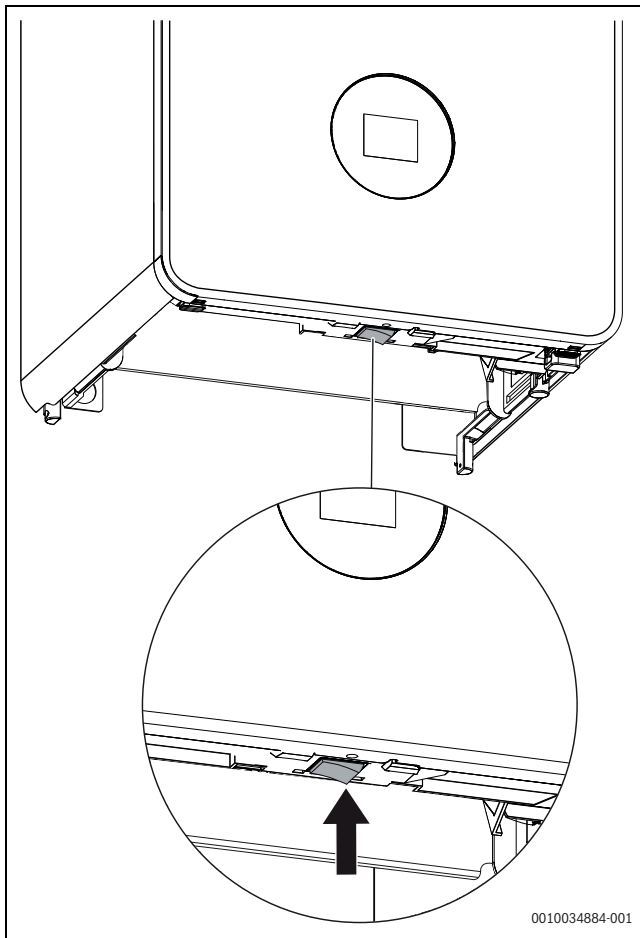

Fig. 1 Interruptor ON/OFF
► Desconectar el aparato con el interruptor de conexión/desconexión (→ imagen 1).